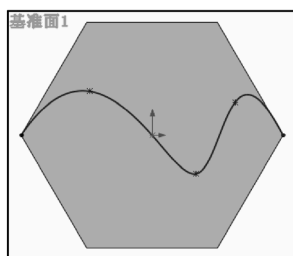

图 3-33 绘制样条曲线
7) 选择菜单栏中的“工具”→“草图绘制实体”→“样条曲线”命令，在步骤 6) 中设置的基准面上绘制一个样条曲线，如图 3-33 所示，然后退出草图绘制状态。